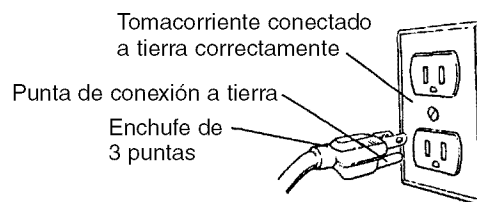

Figura 3 - Receptáculo de 3 puntas
- Esta herramienta viene equipada con un cordón de 3 conductores aprobado, con capacidad de 150 V y con un enchufe de 3 puntas del tipo de conexión a tierra (Figura 3) para su protección contra los peligros de choque eléctrico.
- El enchufe de conexión a tierra se debe enchufar directamente en un receptáculo de conexión a tierra de 3 puntas, conectado a tierra e instalado correctamente, como se muestra (Figura 3).